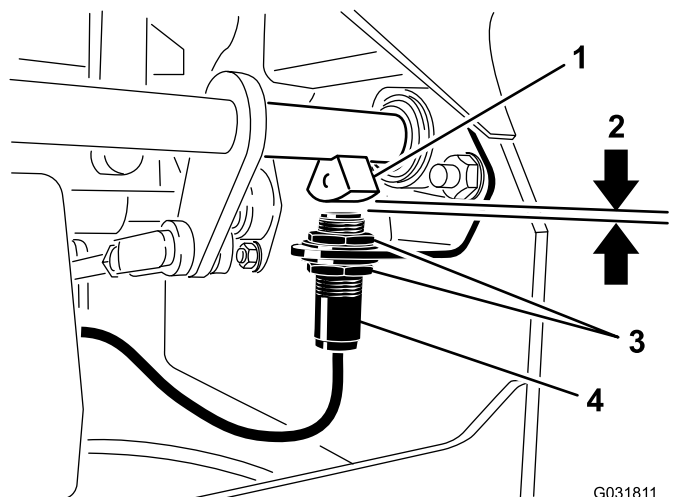

図 49
- ブレーキシャフトセンサーとインタロックスイッチのプランジャとの距離が4mmになるように、スイッチの位置を上下させて **図 49** のように調整する。